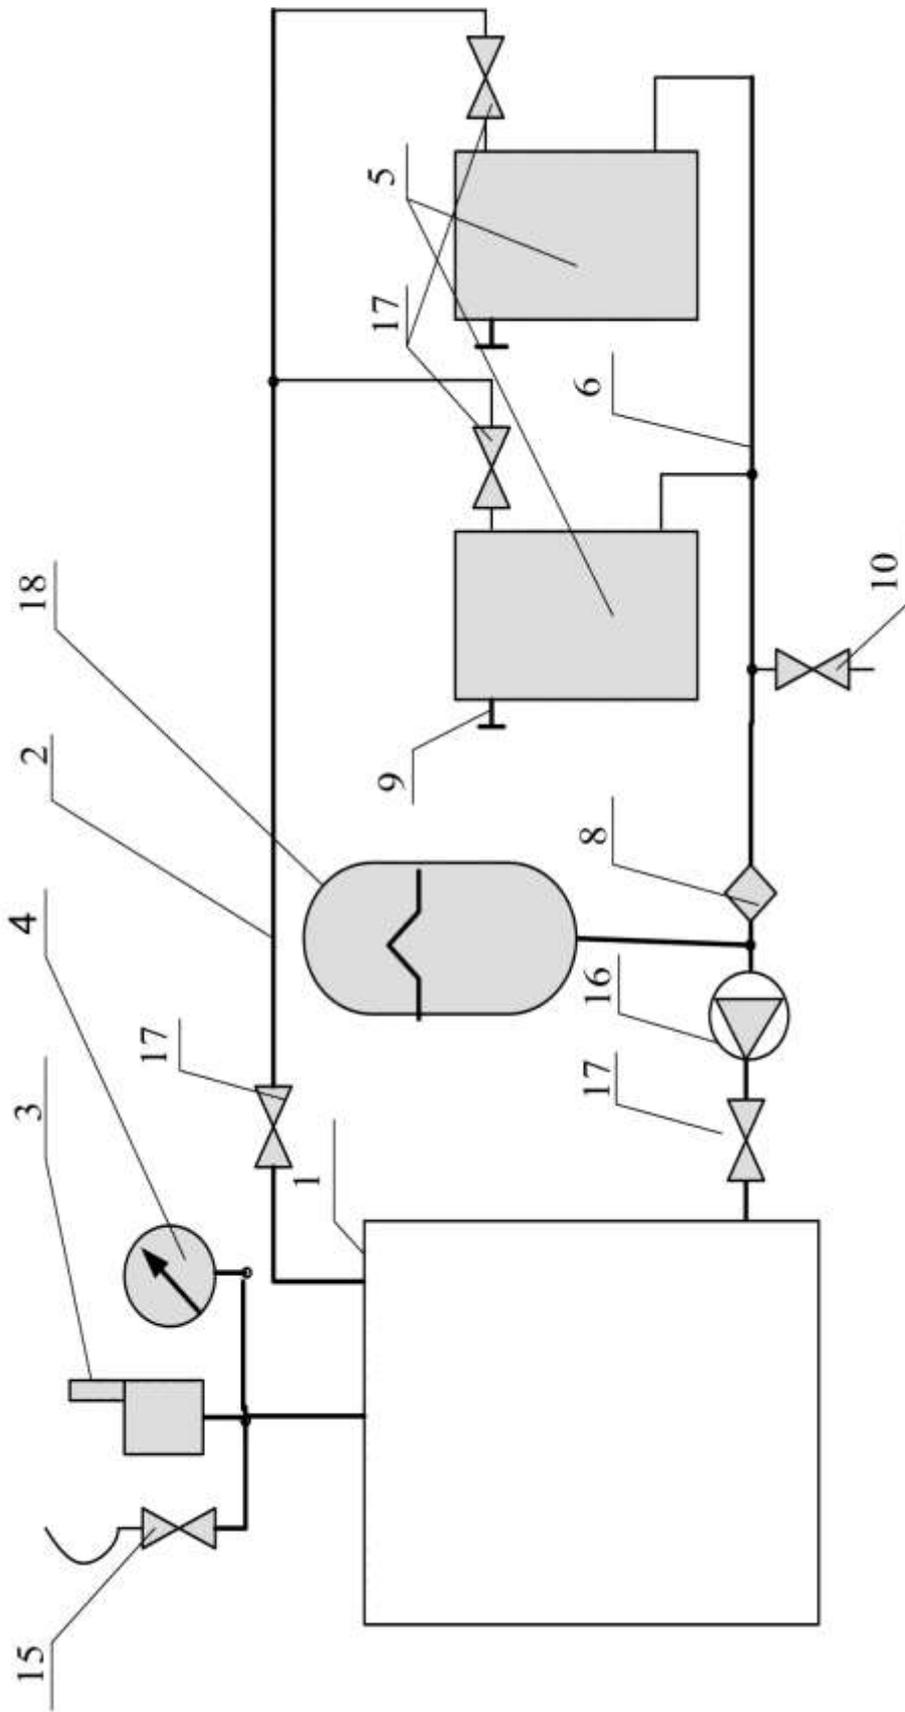

Рисунок 5. Рекомендуемая схема монтажа аппарата в закрытой системе отопления с принудительной циркуляцией теплоносителя
6.10 Для закрытых систем отопления **обязательно** оснащать систему блоком безопасности, включающим в себя развоздушиватель, манометр и предохранительный клапан на давление срабатывания 2,0 кгс / см2. (Поз.3, 4, 15 рисунок 5)